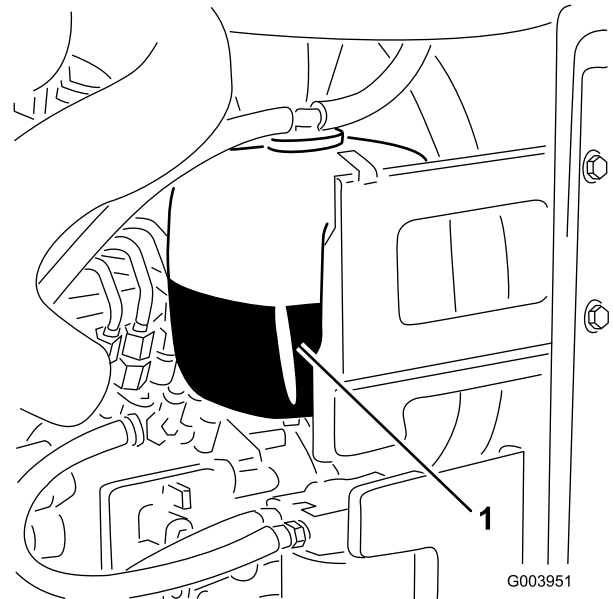

Figura 59
1. Controllate il livello di refrigerante nel serbatoio di espansione (Figura 59).